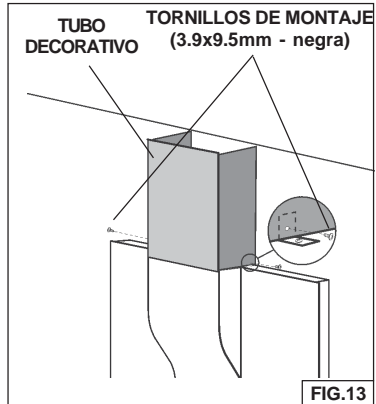

FIG.13
2. Asegúre la campana con (4) tornillos de montaje (4.8x38mm).
5. En techos de 9' o 10', montar el tubo decorativo. Por techos de 9', el tubo decorativo es ajiunto. Por techos de 10', compre un KIT tubo decorativo a su proveedor habitual. Asegúre el tubo decorativo con (2) tornillos de montaje (3.9x9.5mm). Fig.13.